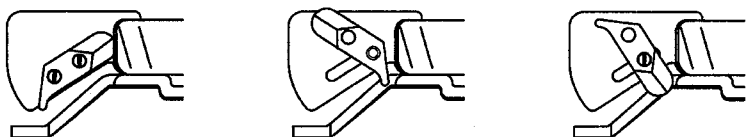

図23
- カールを起こすきっかけつくる物で、生地に応じて位置、方向、厚みを変えてください。(図23参照)